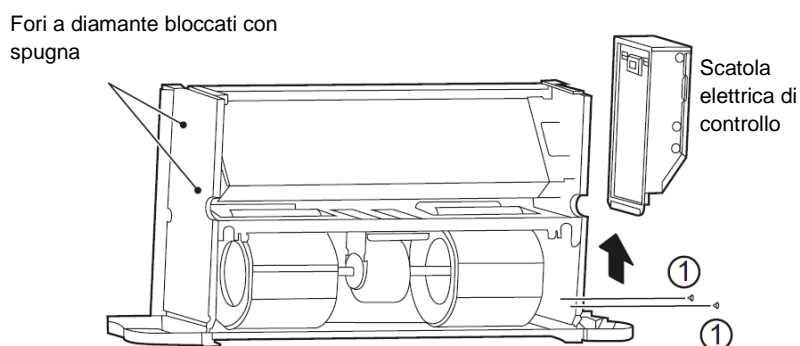

Figura 5-19 Rimozione della scatola elettrica di controllo e blocco dei fori a diamante
Come mostrato nella Figura 5-19, rimuovere le viti ①\*2 per rimuovere il quadro elettrico.
Come mostrato nella Figura 5-19, bloccare i fori a diamante sulla piastra laterale (la piastra senza tubi di ingresso e uscita) con spugna.